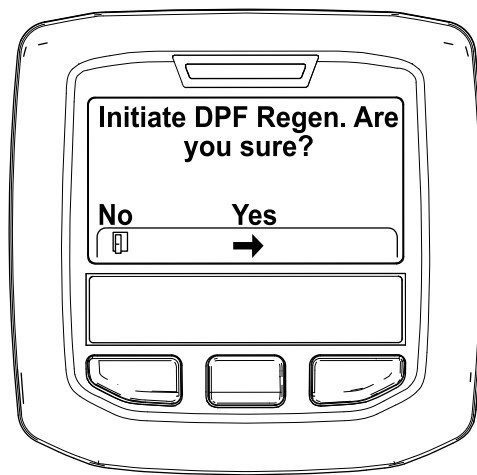

Figura 45
4. Cuando aparezca el mensaje "Initiate DPF Regen. Are you sure?" (Iniciar regeneración de DPF, ¿está seguro), pulse el botón central (Figura 45).